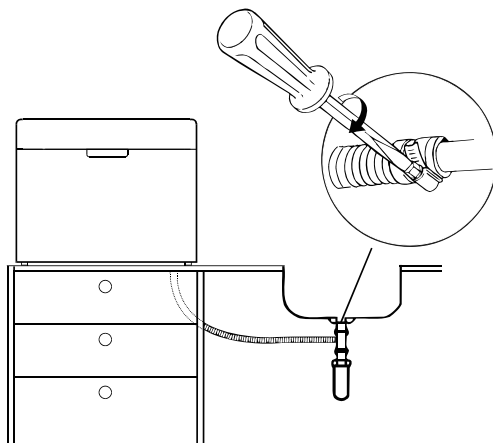

Fig. 7
- ▶ Fixez l'extrémité du tuyau de façon à ce que le tuyau ne puisse pas glisser (voir fig. 7).